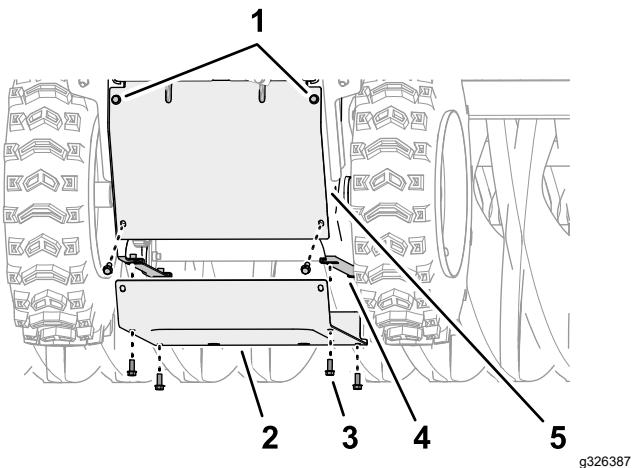

Figure 47
5. À l'arrière de la machine, desserrez les 2 vis à embase supérieures ($\frac{1}{4}$ " x $\frac{5}{8}$ ") qui fixent le couvercle arrière sur la machine (Figure 47).
6. Retirez les 6 vis à embase (1/4" x 5/8") qui fixent le couvercle inférieur sur la machine, et déposez le couvercle (Figure 47).